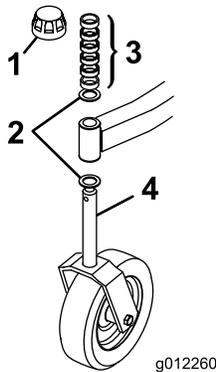
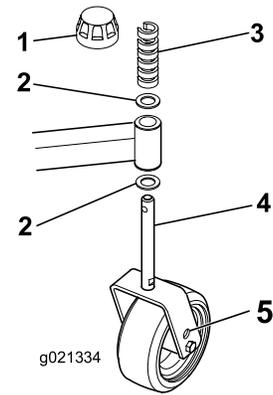

Figura 2
Figura 3
1. Retire los casquillos tensores de los ejes y retire los espaciadores y las arandelas de empuje (Figura 2 y Figura 3).
2. Deslice los espaciadores sobre el eje de la rueda giratoria para obtener la altura de corte deseada; consulte la tabla de Alturas de corte, en la sección Ajuste de la altura de corte de este manual. Coloque una arandela de empuje sobre el eje. Introduzca el eje grande por el brazo de rueda giratoria delantero y el eje pequeño por el brazo de rueda giratoria trasero. Instale otra arandela de empuje y los espaciadores restantes en el eje e instale el casquillo tensor para fijar el conjunto (Figura 2 y Figura 3).